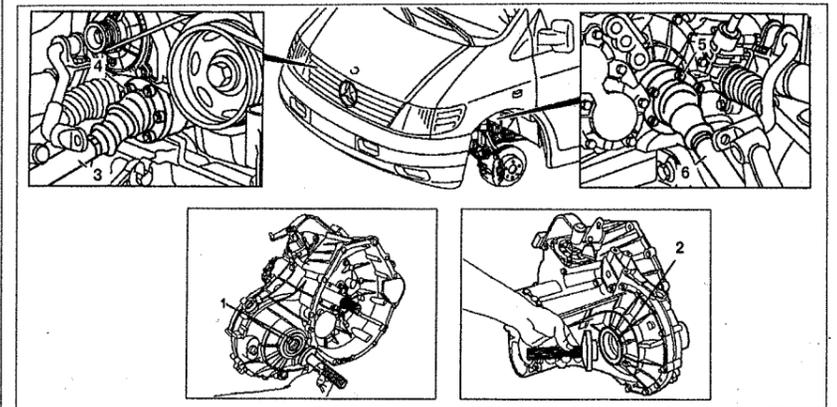

Рис. 6.24. Сальники полуосей коробки передач:
2. Снимите левую 6 или правую полуось (см.рис.6.24).